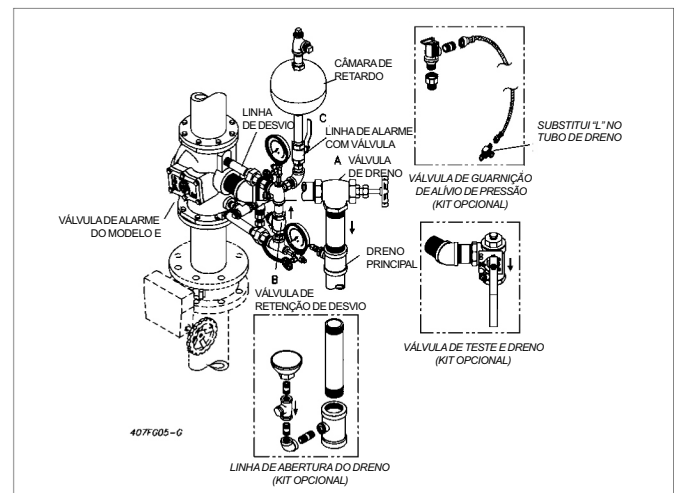

Fig. 3
- O conjunto de guarnições permite instalações tanto verticais (Fig.3) quanto horizontais (Fig.4).